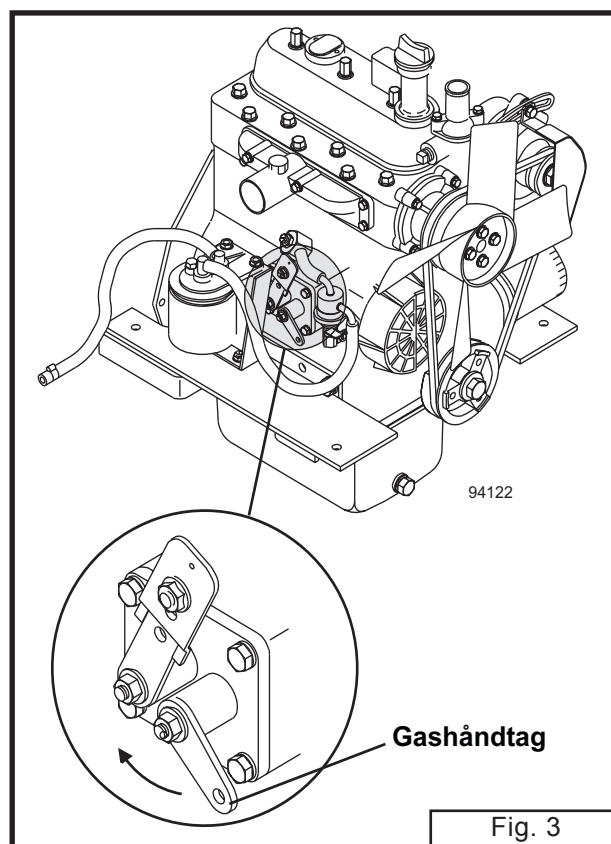

Fig. 3
- Flyt gashåndtaget mod bagende af motoren (se fig. 3 og motormanualen er illustration viser placeringen af motor gashåndtaget).